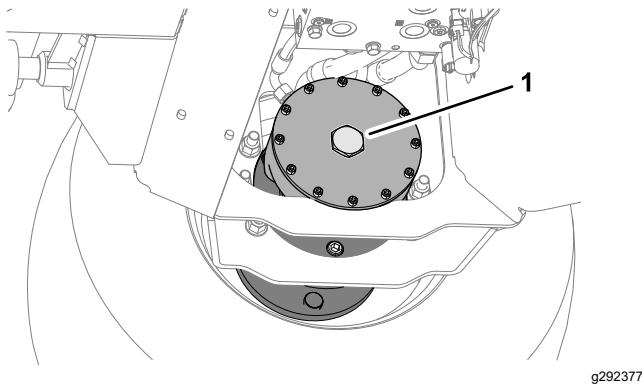

Bild 41
2. Montieren Sie die Sechskantschraube an die Motorenendplatte (Bild 41).
6. Verstauen Sie die 2 Bolzen, 12 x 40 mm und 2 Beilagscheiben 12 mm in den Stützschienen der Plattform (Bild 41).